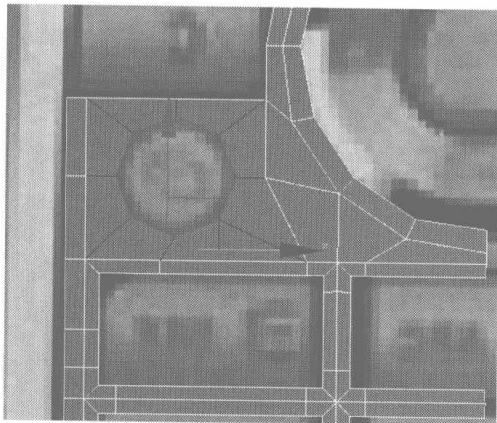
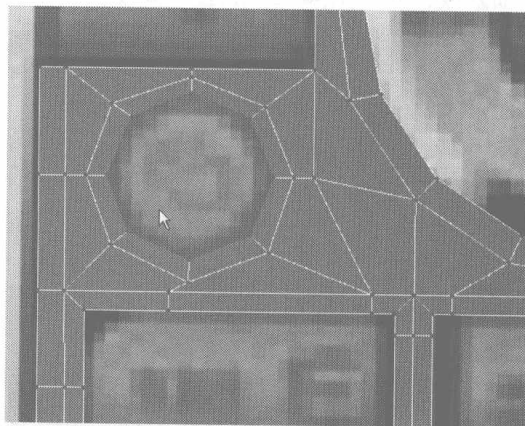

图 4.541
图 4.542
- 24** 在 Front 视图中选择如图 4.541 所示的边线，在 Edit Edges 卷展栏中单击 **Connect** 按钮插入一条边线，并再对其进行节点调整，如图 4.542 所示。